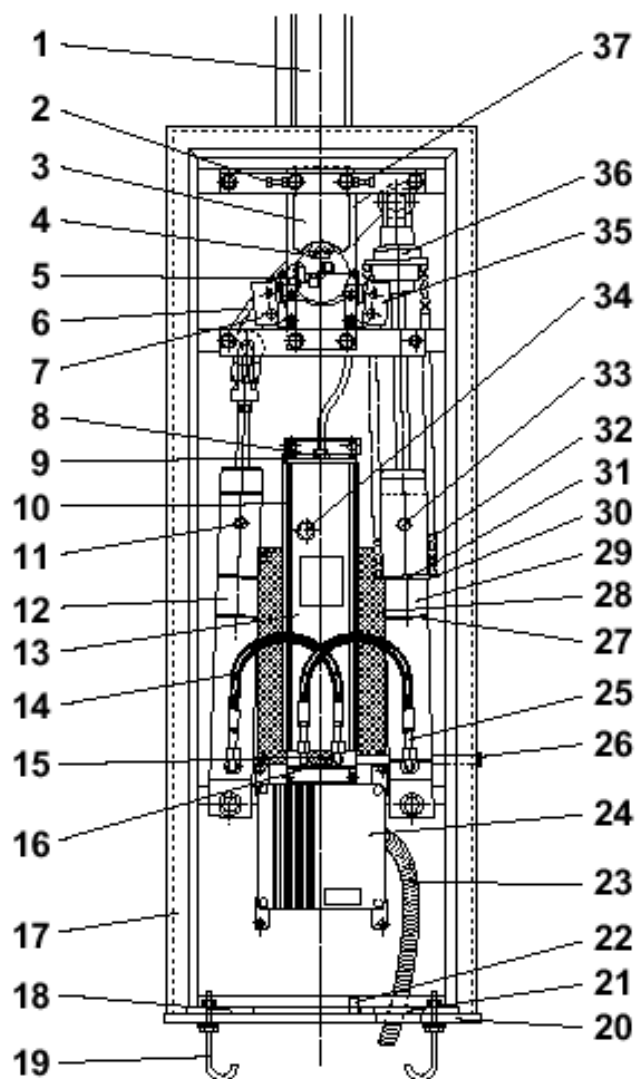

Fig. 1
- при открывании шлагбаума слегка отпустите и затем снова затяните винт для стравливания воздуха на поршне с уравнивающей пружиной (Рис. 1, поз. 33).
- при закрывании шлагбаума слегка отпустите и затем снова затяните винт для стравливания воздуха на поршне без уравнивающей пружины (Рис. 1, поз. 11).
- 5) Полностью ослабьте гайку кольцевого регулятора (Рис. 1, поз. 36).
- 6) Отсоедините трубки (Рис. 1, поз. 14 и 25) от двух поршней и закройте муфты крышкам).
- 7) Отделите два поршня (Рис. 1 поз. 12 и 29) от верхних и нижних точек крепления и поменяйте их местами, установив коромысло (Рис. 1, поз. 6) у стопора хода открывания.
- 5) Полностью ослабьте гайку регулятора пружины (Рис. 1, поз. 36).